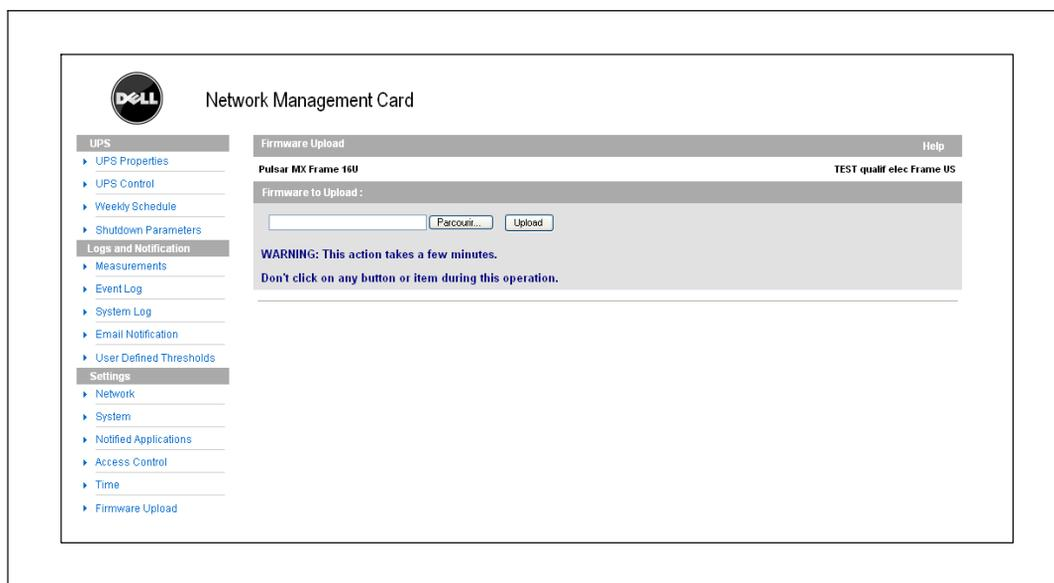

Figure 46. Page de téléchargement du micrologiciel
- 2 Cliquez sur **Téléchargement du micrologiciel** dans la barre de menu pour ouvrir la page de téléchargement du micrologiciel (voir Figure 46).